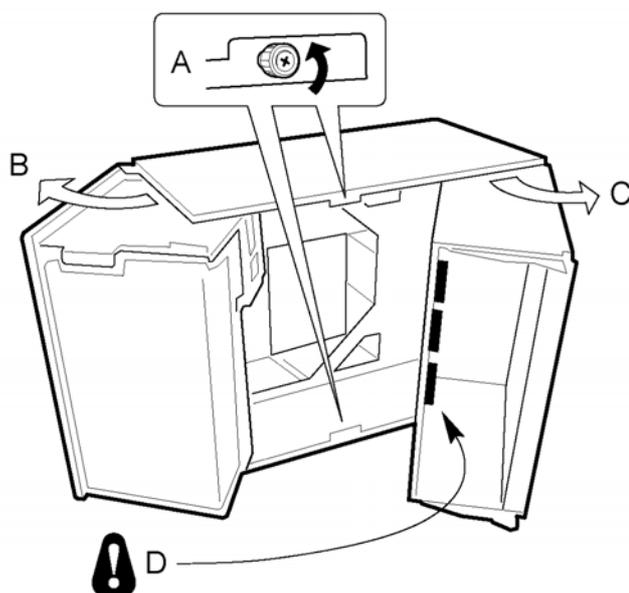

图 3-5. 打开子机箱和电子器件安装架
6. 拧松机箱上、下边的两个粗头螺钉（图 3-5 中的 A）；
7. 以两个粗头螺钉为手柄，向左翻转子机箱（图 3-5 中的 B）；
8. 拆下与电子器件安装架相连的线缆（图 3-5 中的 D）；
9. 向右翻转电子器件安装架（图 3-5 中的 C）；